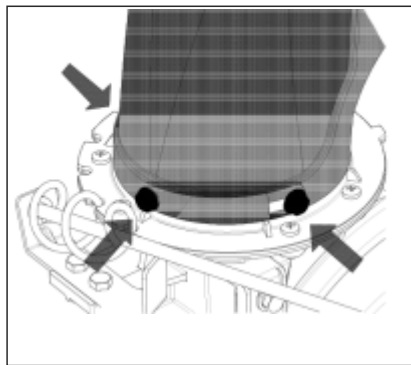

Рис. 9
1) Установите желоб на посадочное место желоба, закрепите его кареточными болтами внутри и гайками снаружи. (рис. 9).